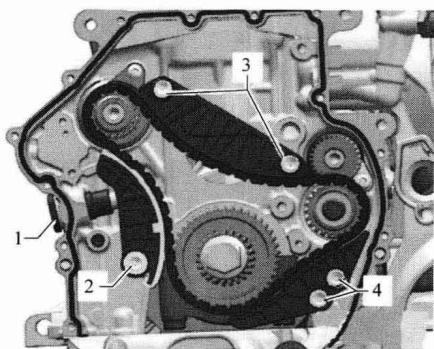

图 1-1-7
(8) 拆卸正时链张紧轨和凸轮轴正时链滑轨, 取下凸轮轴正时链条。
(9) 如图 1-1-7 所示, 拆卸平衡轴正时链的链条张紧器 1、张紧轨 2、滑轨 3 和滑轨 4, 取下平衡轴正时链条。
(3) 如图 1-1-7 所示, 安装正时链滑轨 4 并拧紧螺栓。
(4) 如图 1-1-7 所示, 安装正时链滑轨
(5) 如图 1-1-7 所示, 安装正时链张紧器 2 并拧紧螺栓。
(6) 涂防松剂后安装正时链的链条张紧器 1 (图 1-1-7)。